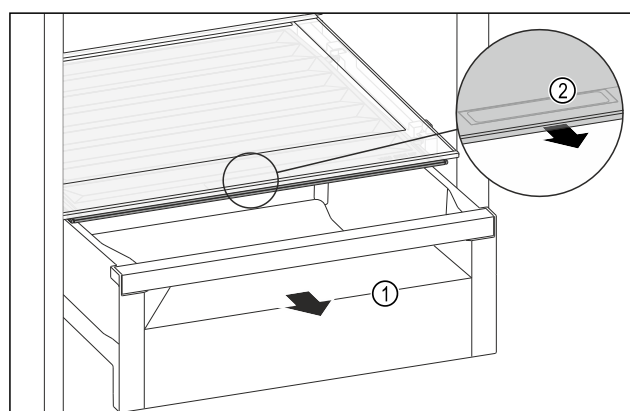

Fig. 206
- Izvucite ladicu Fig. 206 (1).
- Primite ručku Fig. 206 (2) na poklopcu pretinca i istodobno povucite poklopac pretinca prema naprijed.